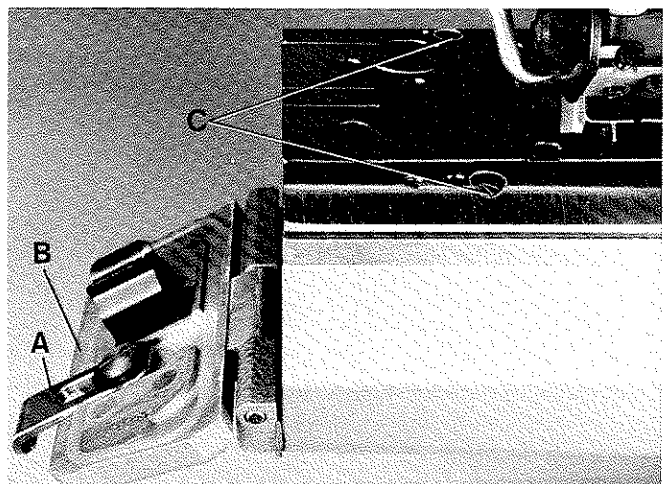

Fig.9
Turn handwheel until the needles are in their upmost position. Pull up handle (A, Fig. 9) and swing out cylinder cover (B).
Turn out the two screws (C, Fig. 9).
Drehen Sie am Handrad bis die Nadeln in der höchsten Stellung sind. Ziehen Sie den Griff (A, Fig. 9) nach oben und schwenken Sie den Zylinderdeckel (B) aus.
Drehen Sie die beiden Schrauben (C, Fig. 9) heraus.